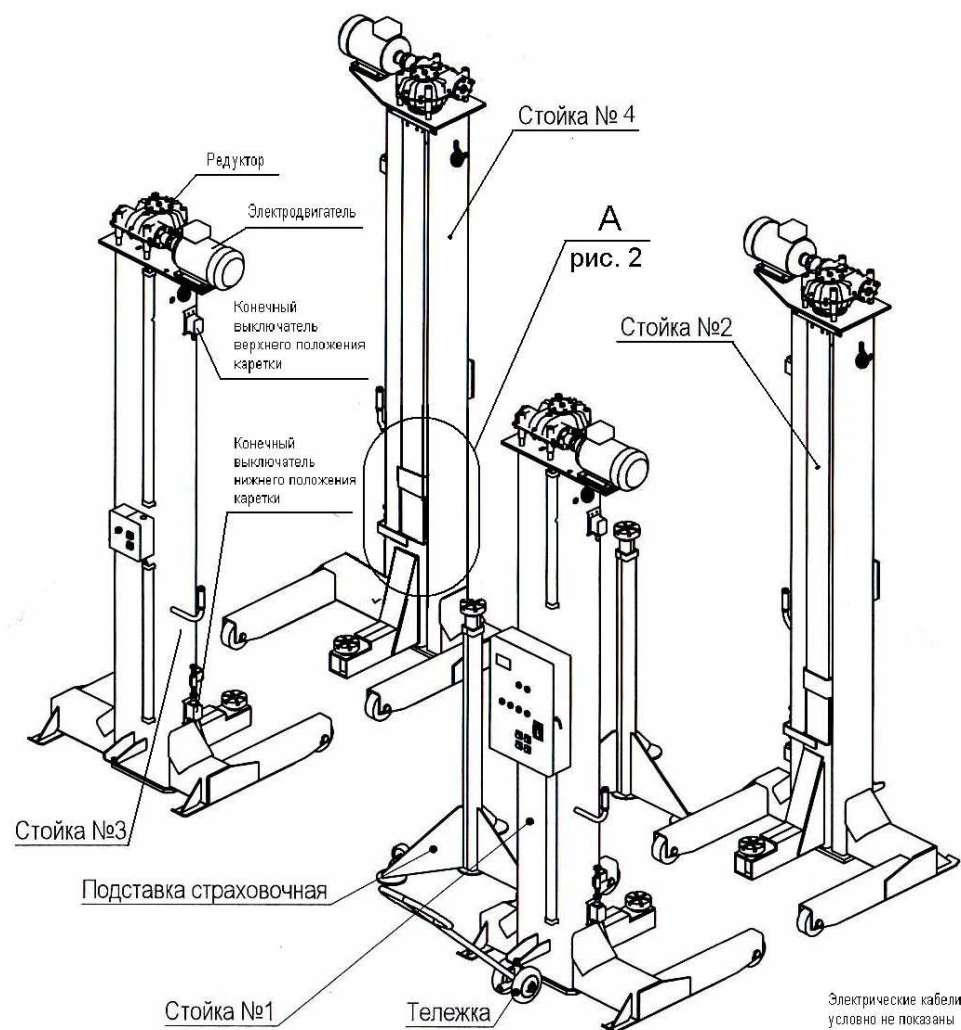

Рис. 1. Подъемник передвижной ППТ - 16
4.1. Подъемник состоит из четырех стоек (см. Рис.1 и Рис.2), каждая из которых имеет электромеханический привод, каретку, грузовой винт, рабочую и страхующую гайки, конечные выключатели верхнего и нижнего положения кареток. На первой стойке установлен шкаф аппаратный, имеющий корпус с панелью электрооборудования, автоматический выключатель, лампочку «Сеть», «Авария», кнопки «Вверх» и «Вниз» для управления первой стойкой и кнопки «Вверх» и «Вниз» для управления всеми стойками одновременно. На остальных стойках установлены посты управления с кнопками «Вверх» и «Вниз» для управления данной стойкой.